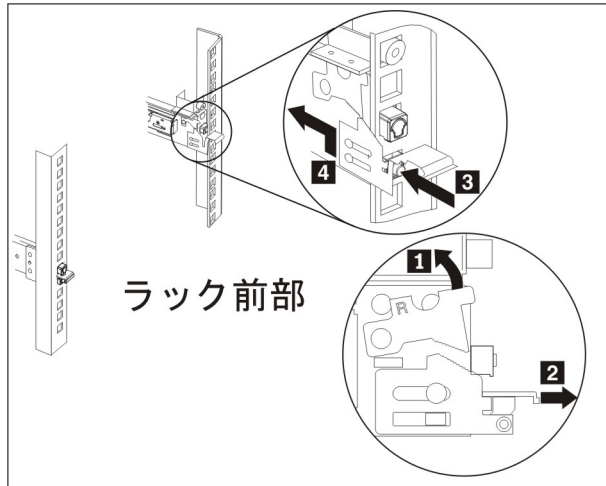

図 23. スライド・レールの端を取り外す
4. 58 ページの図 23 に示すように、スライド・レールの端を取り外します。